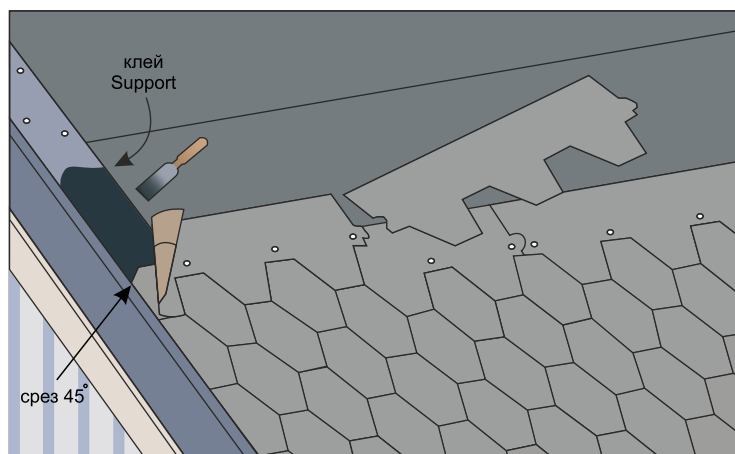

Рис. 24
- На торцах гонты обрезаются вдоль линии бортика торцевой планки с отступом минимум 20мм, края гонты приклеиваются к металлической карнизной планке клеем Support. Верхний угол края гонта, приходящего встык к торцевой планке, следует обрезать под углом 45 градусов (рис.24);